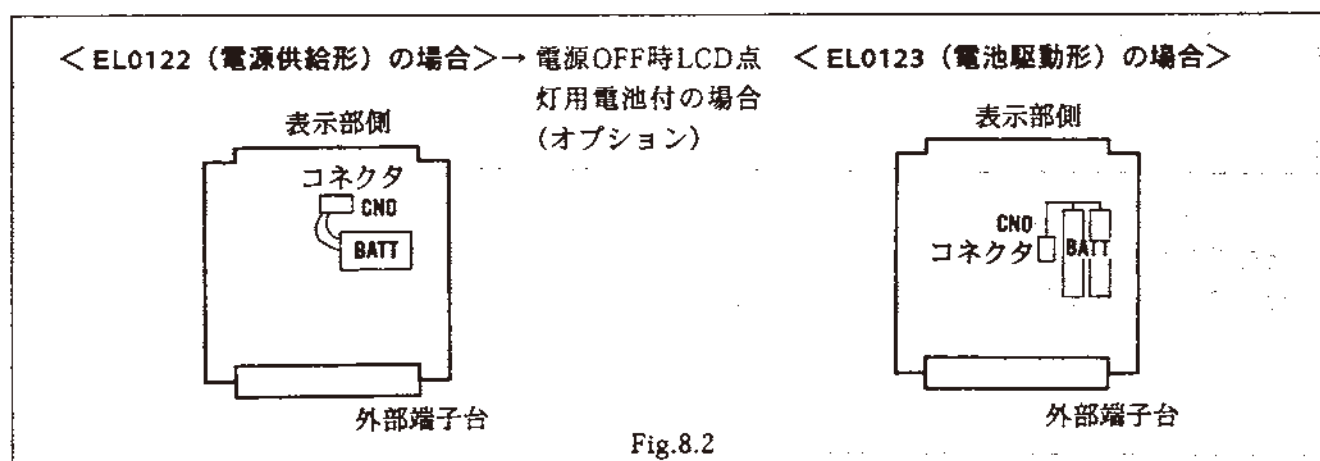

Fig.8.2
- ② 電池取り付け場所を、Fig.8.2 に示します。
③ 電池を固定しているビーズバンドを取り外し、基板に差し込まれているコネクタを外して、新品の電池と交換します。